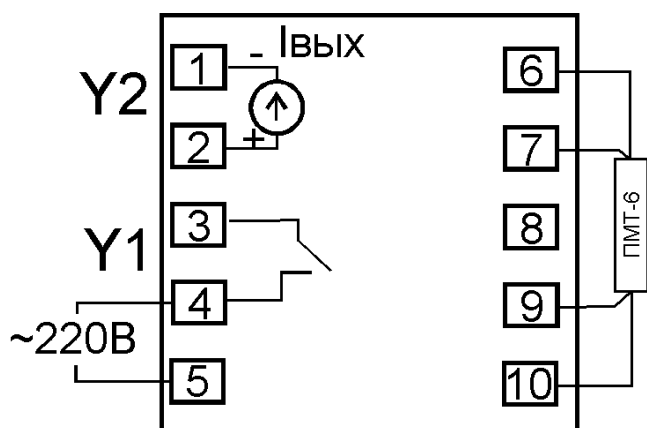

Рисунок 3. Схема подключения внешних устройств в исполнении "0" по выходу
- подключить соединительные провода клеммам в соответствии со схемой подключения (см. рис. 3,4),